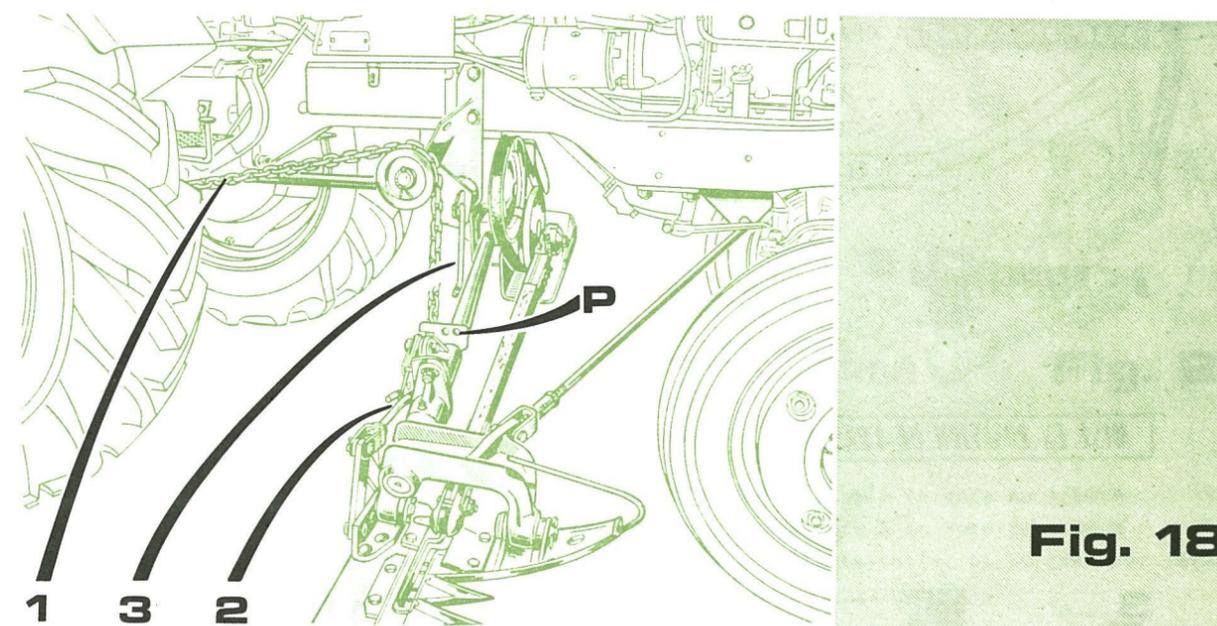

Fig. 18
Pendant le travail, la barre de coupe s'applique parfaitement au sol et doit rester libre. Il est donc nécessaire de régler la longueur de la chaîne de relevage - (1 Fig. 18), de manière à ce que cette dernière soit légèrement détendue pendant le travail.
D'autre part, la longueur du tirant (2 - Fig. 18) est réglée afin d'obtenir les conditions suivantes :
- être en mesure d'accrocher le tirant de transport (3 Fig. 18) dans les trous de la patte (P) soudée à la jambe de force, lorsque la barre est en position haute.